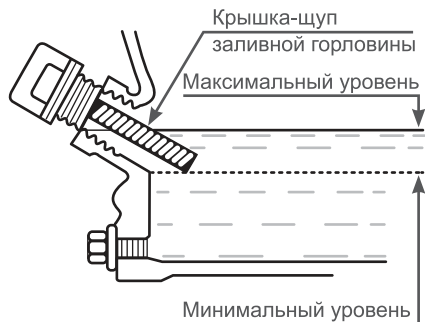

Рис. 25. Проверка уровня масла в картере
Максимальный уровень масла в картере соответствует нижней кромке заливного отверстия (Рис. 25).
7. При недостаточном уровне масла в картере необходимо долить чистое масло до верхней отметки на щупе, что соответствует нижней кромке заливного отверстия (Рис. 25).